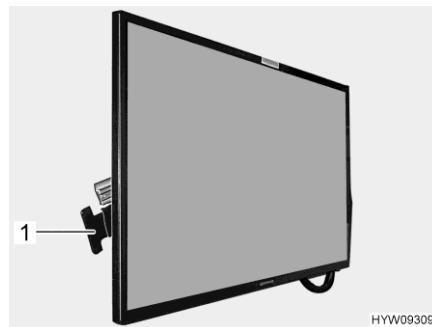

Fig. 68 Écran plat
- Appuyer sur la poignée (Fig. 68,1) en direction de l'écran plat et la maintenir poussée. L'écran plat est déverrouillé.